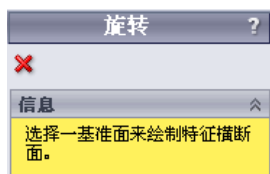

图 3.7.2 “旋转”对话框（一）
Step2. 选择命令。选择下拉菜单 **插入(I)** → **凸台/基体(B)** → **旋转(R)...** 命令（或单击“特征(F)”工具栏中的  按钮），系统弹出图 3.7.2 所示的“旋转”对话框（一）。